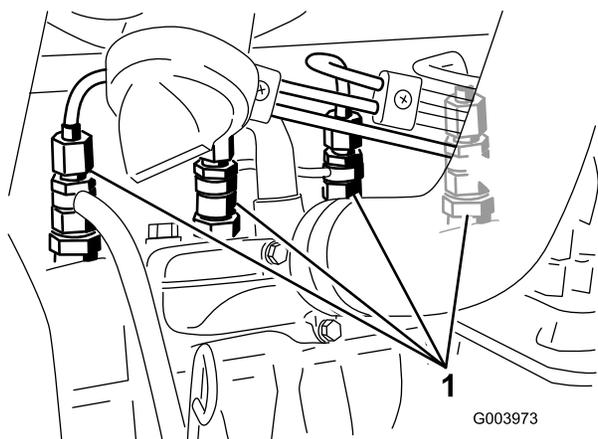

図 56
1. 燃料噴射ポンプのNo.1インジェクタノズル(図56)へのパイプ接続部をゆるめる。